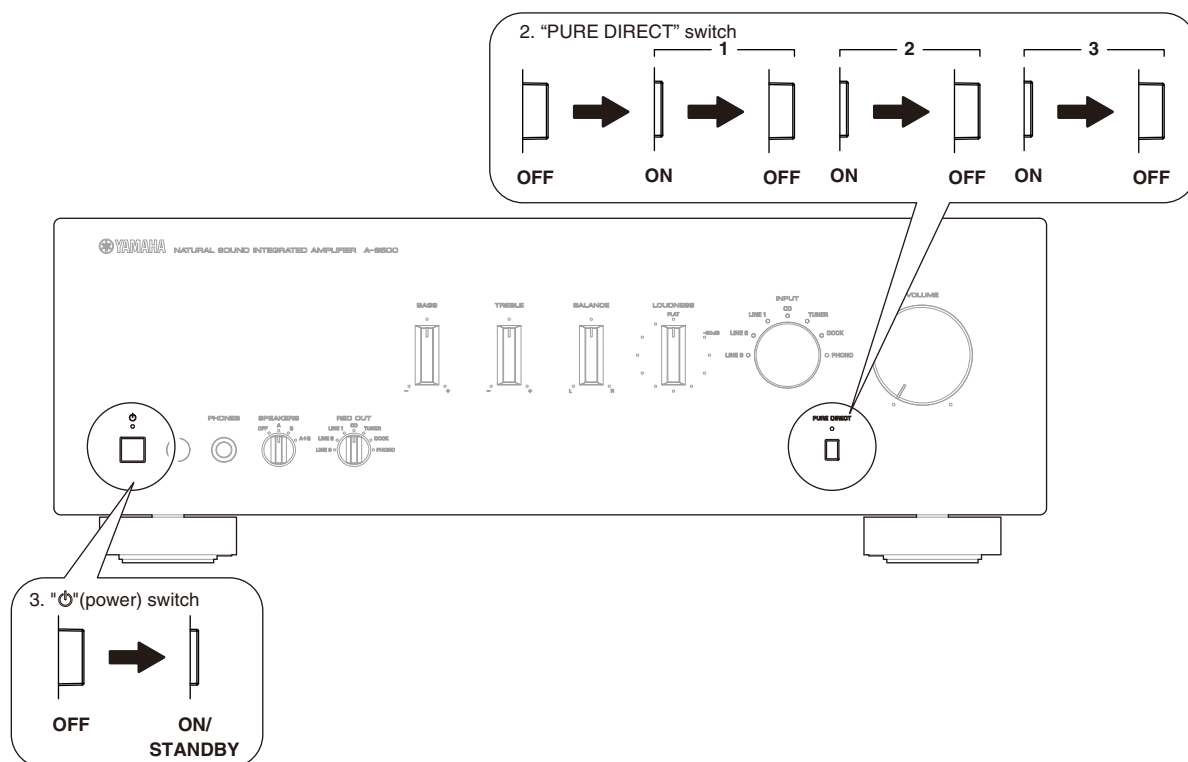

Fig. 1
1. With the power to this unit turned on, press “” (power) and “PURE DIRECT” switches to turn them off respectively. (Fig. 1)
2. Repeat pressing “PURE DIRECT” switch to turn it ON/OFF 3 times. (Fig. 1)
3. Press the “” (power) switch inward to turn on the power. (Fig. 1)
1. 電源が入られた状態で、“”（パワー）スイッチ、“PURE DIRECT” スwitchを押し、それぞれ OFF にします。 (Fig. 1)
2. “PURE DIRECT” スwitchを3回 ON/OFF します。 (Fig. 1)
3. “”（パワー）スイッチを押して電源を入れます。 (Fig. 1)